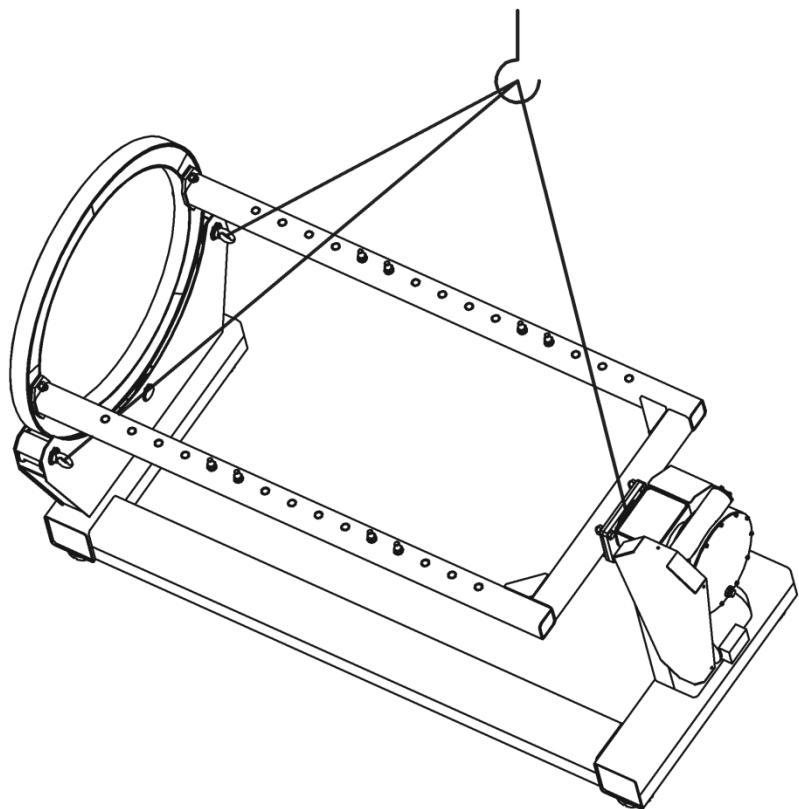

Рис. 3 Схема строповки стендa
9.6. Схема строповки стенда приведена на рис. 3.